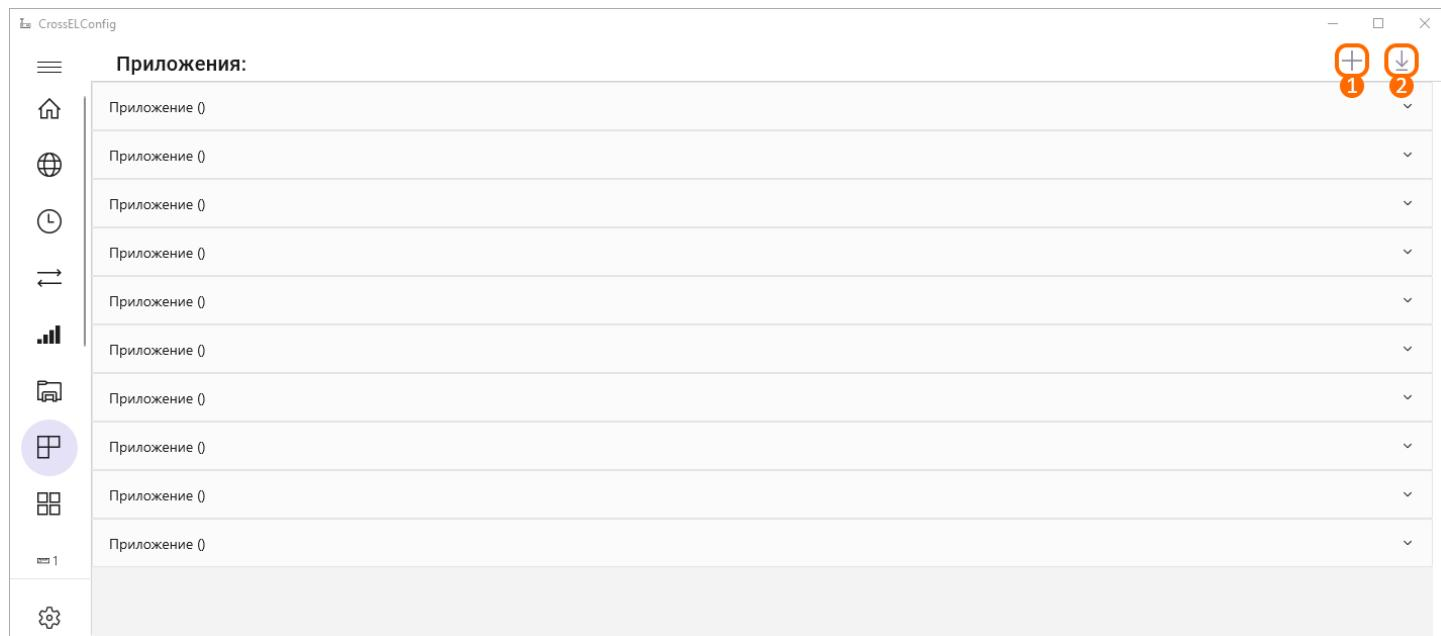

Рисунок 10 – Вкладка «Приложения»
Вкладка позволяет настроить автономное чтение и хранение текущих показаний в энергозависимой памяти модема (рис. 10). Архивные данные модема доступны посредством WEB-интерфейса или протоколу «STEEL». В процессе добавления приложений потребуется файл программы, предназначенный для взаимодействия с конкретной моделью прибора. Получение таких файлов и возможность реализации новых (для ранее неподдерживаемых моделей приборов) выполняется через обращение в техническую поддержку ООО «Старорусприбор» (support@staroruspribor.ru).
- Кнопка добавления приложения (рис. 10, элемент 1) позволяет добавить новое приложение. По нажатию на кнопку будет отображено окно, в котором потребуется выбрать файл программы и кликнуть по кнопке «Открыть» в правой нижней части окна.
- **Кнопка чтения приложений** (рис. 10, элемент 2) позволяет считать список текущих приложений на модеме.